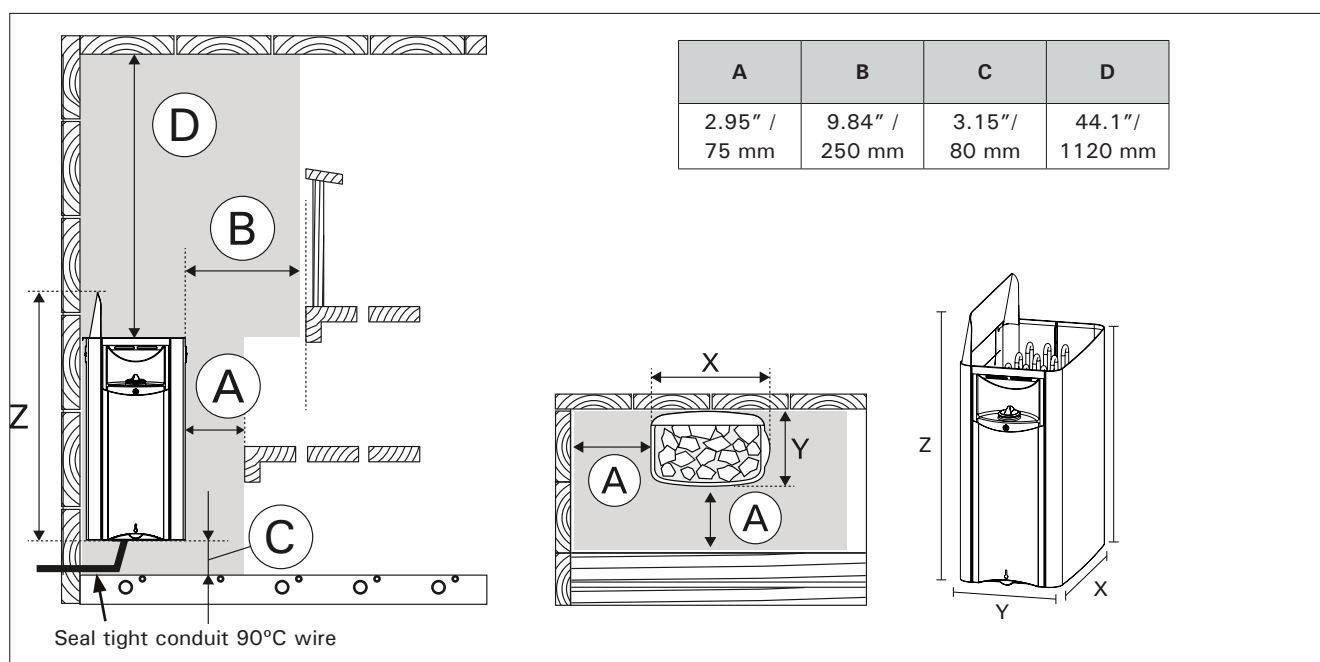

Figure 4. Distances de sécurité minimum (Tous les modèles).
- Sortez le poêle du carton et posez-le à un emplacement approprié dans la cabine du sauna. Respectez les dégagements indiqués dans les figures 4 et 5. Après la connexion finale, l'électricien doit fixer le poêle à sa place avec les vis ou boulons fournis.